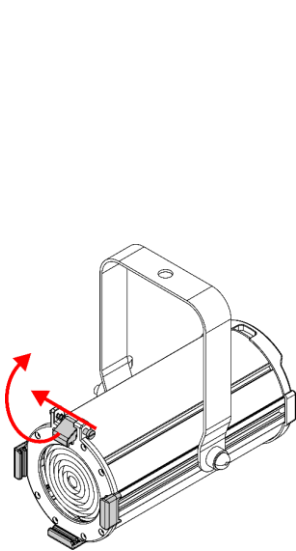

Fig. 07
- 01) Empuje el **tornillo con resorte (01)** y al mismo tiempo levante el **clip para el soporte de filtros de colores (02)** y dele la vuelta hacia atrás (véase la Fig. 07).